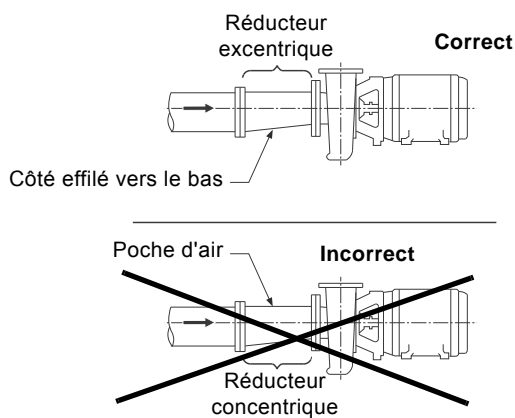

Fig. 2 Tuyauterie d'aspiration
- Utiliser un réducteur excentrique, avec le côté effilé vers le bas. Voir fig. 2.